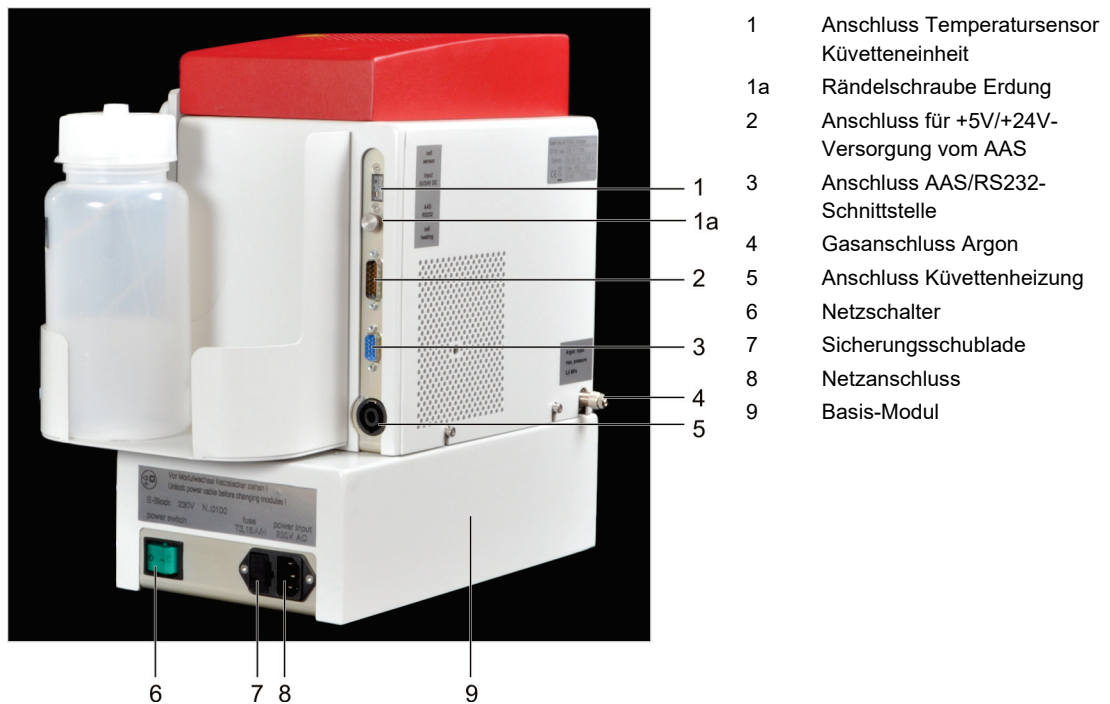

Bild 18 Hg/Hybrid-System HS 60 modular – Anschlüsse auf der rechten Seite
- Heizleitung an Anschluss „cell heating“ (5, siehe Bild 18)
- Sensorleitung Temperatur an Anschluss „cell sensor“ (1)
- D-Sub-Buchse „HS“ des dünneren Kabels an Anschluss „input 5 V/24 V DC“ des HS 60 modular (2)
4. Signalleitung an Stecker „HS“ des AAS-Gerätes und an Stecker „AAS – RS232“ des HS 60 modular anschließen (3, siehe Bild 18).
6. Argonschlauch mit Schottverschraubung an der Rückseite verbinden (4).